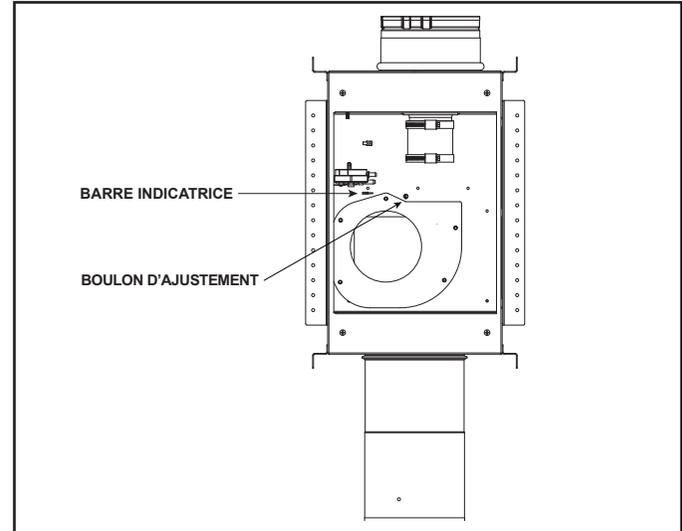

Figure 4.17 Emplacement de l'ajustement du déflecteur - PVI-SLP-B
**PVI-SLP-B :** L'ajustement du déflecteur est mesuré avec les trous de la barre indicatrice du déflecteur du PVI-SLP-B. Cette barre s'élève à mesure que le déflecteur est ouvert et s'abaisse lorsque le déflecteur est fermé. Ajustez le déflecteur en tournant la vis située dans le compartiment du moteur. Voir les figures 4.17 et 4.18.